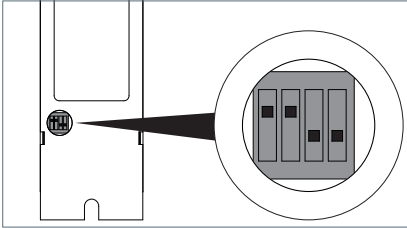

Fig. 31: Position de l'interrupteur DIP pour la fonction Advanced Group Control.
- ▶ Réglez les interrupteurs DIP n° 1 et n° 2 sur la position « ON », voir Fig. 31.